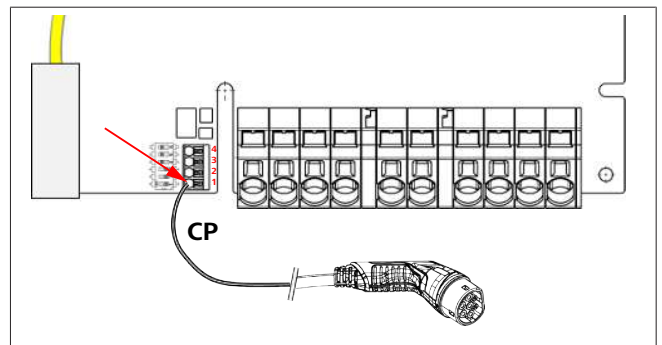

Abb. 7
- ▶ Schließen Sie die schwarz/weiße Steuerleitung (CP) auf die Klemme an (Abb. 7, unterster Kontakt 1).